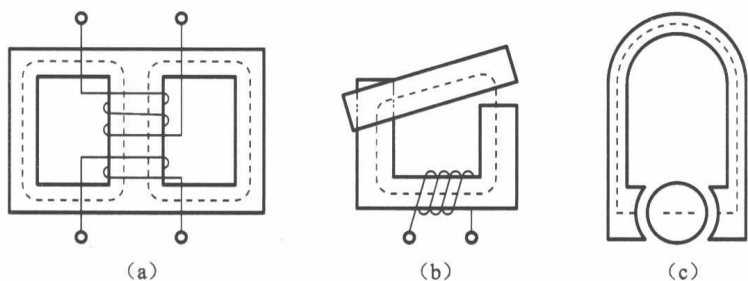

图 1.12 常见电气设备的磁路
(2) 磁路的概念及基本定律。
① 磁路 磁路是指磁通通过的路径。磁路实质上是局限在一定路径内的磁场,常见的磁路如图 1.12 所示。磁路中的磁通由励磁电流产生,经过铁芯和空气隙而闭合,如图 1.12(a)、图 1.12(b) 所示;也可由永久磁铁产生,如图 1.12(c) 所示。